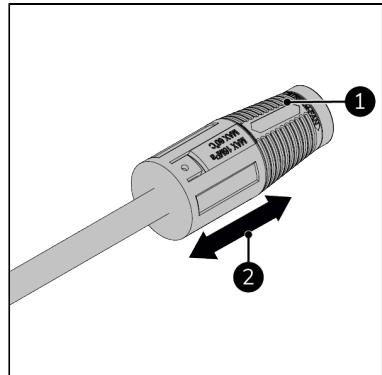

Figure 81.
1. Pour modifier la pression de la buse réglable (Figure 81, pos. 1) :
- Poussez vers l'avant pour une pression basse (Figure 81, pos. 2) ;
- Poussez vers l'arrière pour une pression haute (Figure 81, pos. 2).